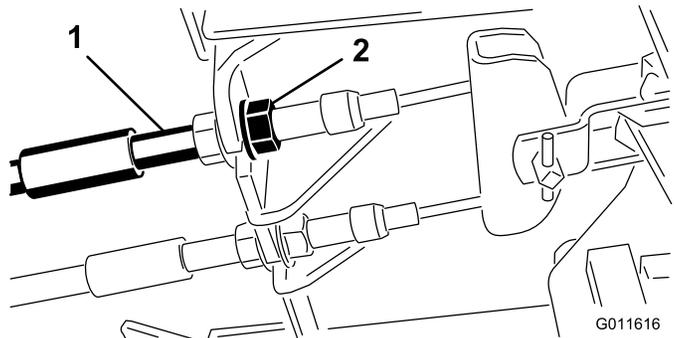

图68
1. 要缩短刹车踏板的自由行程，可以通过松开刹车拉线螺纹端的前螺母，紧固刹车（图68）。